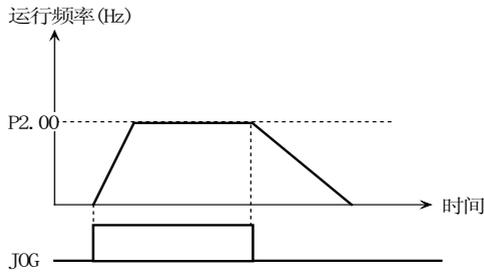

图 5-3-2 JOG运行
- ◆ 在变频器没有通过运行指令启动运行（无频率输出）时，定义为 FJOG 功能的端子有效，执行正转点动功能。定义为 RJOG 功能端子有效，执行反转点动功能，如图 5-3-2 所示。该功能不受运行控制方式（P0.07）的限制。点动指令有效时，其余运行指令无效。点动运行频率、点动加减速时间在 P2.00~P2.02 中定义。